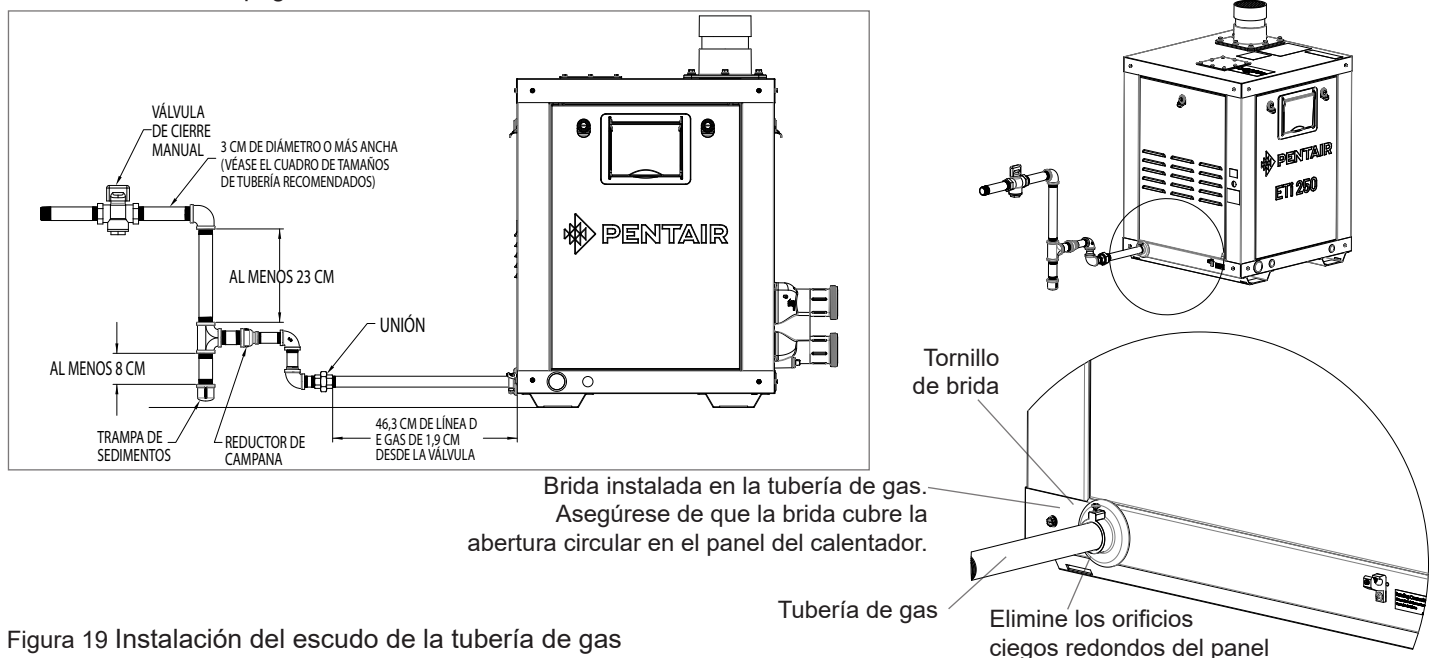

Figura 19 Instalación del escudo de la tubería de gas
2. Cuando instale la tubería de 1,9 cm en la válvula de gas, coloque el escudo de la tubería de gas sobre la tubería de modo que el círculo más grande mire hacia el panel de mantenimiento del calentador y el más pequeño con el tornillo esté orientado hacia fuera del panel de mantenimiento del calentador (hacia la unión) como se muestra en la Figura 19.